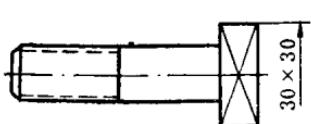
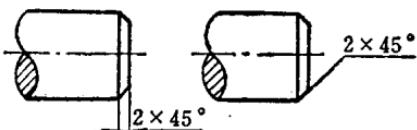

图18 方形螺钉头尺寸的注法
图19 倒角尺寸的注法
5. \times ——表示联系两个有关尺寸数字的符号，注在两个尺寸数字的中间。如图 18，表示方形螺钉头的一边长 30 毫米，而相邻的一边长也是 30 毫米。又如图 19 表示的倒角宽度为 2 毫米，而相邻的角度是 45° 。